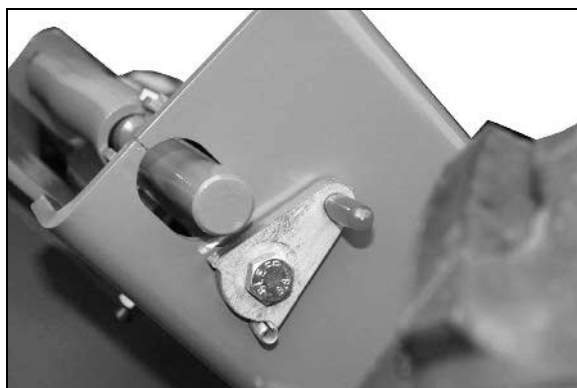

Рис. 26
1. Установите шаровой кран (Рис. 26/1) в положение В.